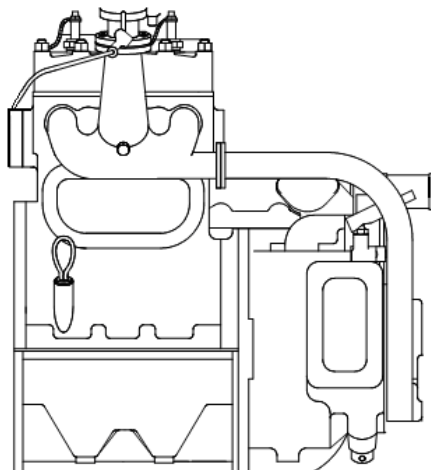

Рис. 1.
1.1. Для улучшения условий работы оператора выхлоп пускового двигателя П23У отведен вниз в зону картера дизеля Д180 (рис.1).